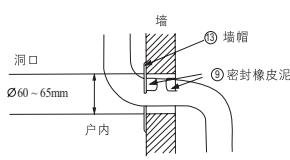
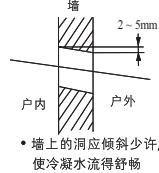
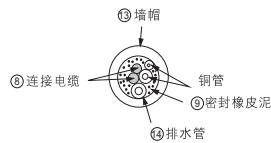

图29
图30
图31
- 2 用附件⑫墙帽及附件⑬密封橡皮泥来整理墙上的洞,如图29、图30、及图31。